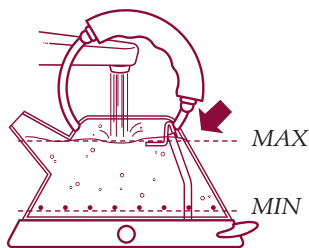

Fig. 6
- Non superare il livello massimo di 1,5 litri (limite segnato dall'indicatore di livello massimo posto all'interno del bollitore). L'eccessivo riempimento del bollitore oltre il livello massimo comporta il rischio di fuoriuscita di acqua bollente dal becco di versamento con conseguente pericolo di ustioni (fig. 6).